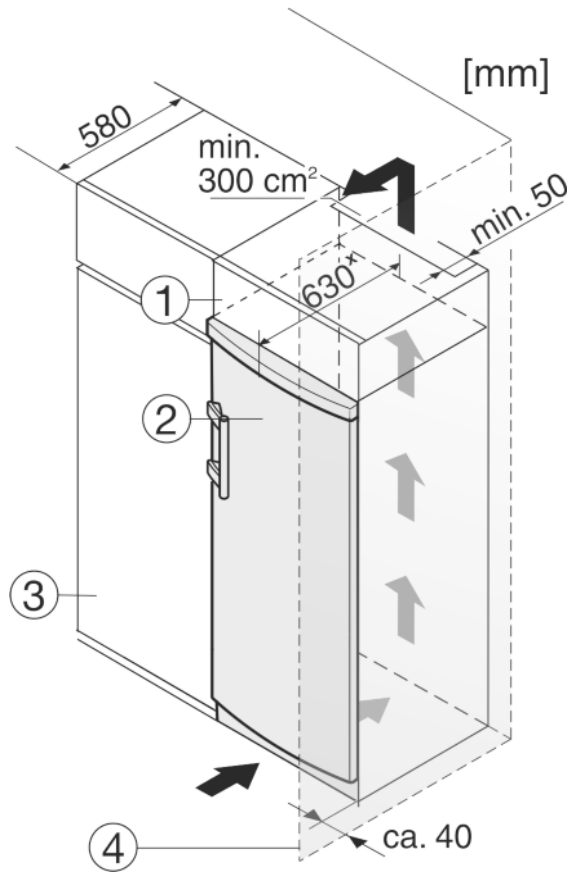

Fig. 9
Das Gerät kann mit Küchenschränken umbaut werden. Um das Gerät Fig. 9 (2) der Küchenzeilenhöhe anzugleichen, kann über dem Gerät ein Aufsatzschrank Fig. 9 (1) angebracht werden.
Beim Umbau mit Küchenschränken (Tiefe max. 580 mm) kann das Gerät direkt neben dem Küchenschrank Fig. 9 (3) aufgestellt werden. Das Gerät steht seitlich 34 mm\* und in der Gerätmitte 50 mm\* gegenüber der Küchenschrankfront vor.
Wenn das Gerät mit den Scharnieren neben einer Wand Fig. 9 (4) aufgestellt wird, muss der Abstand zwischen Gerät und Wand mindestens 40 mm betragen. Dies entspricht dem Griffüberstand bei geöffneter Tür.